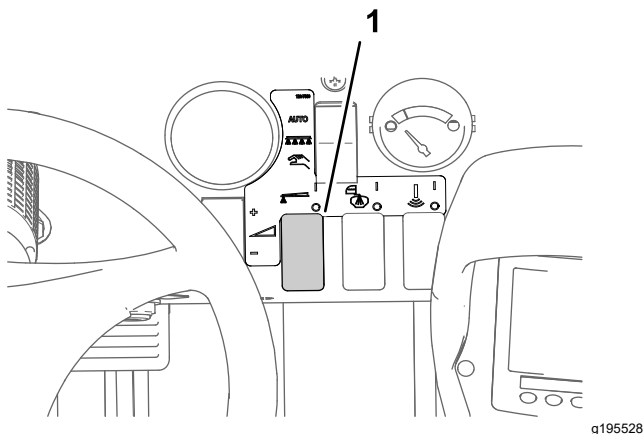

Figura 44
8. Utilice el interruptor de caudal para obtener la presión de fumigación deseada, según lo indicado en la Guía de selección de boquillas proporcionada con el fumigador (Figura 44).